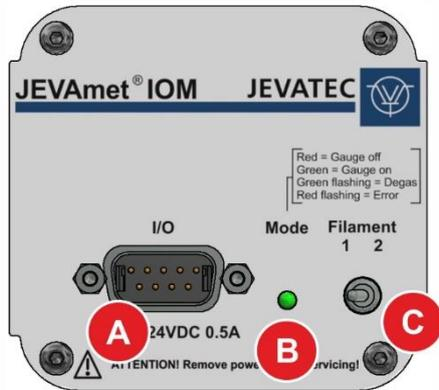

Abbildung 3 – Rückseite des Gerätes
Die Abbildung 3, Seite 14 zeigt die Rückseite des JEVAmet® IOM. Die Belegung des Anschlusses sowie die Bedien- und Anzeigeelemente werden in den folgenden Abschnitten beschrieben.
Die LED Mode (👉📖 Abbildung 3, B, Seite 14) zeigt die Betriebs- und Fehlerzustände des Gerätes an.
- Wählen Sie mit dem Umschalter an der Geräterückseite (🔑📖 Abbildung 3, C, Seite 14) das aktive Filament aus.